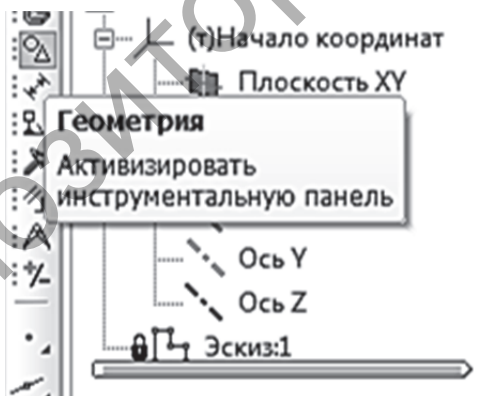

Рисунок 5.4
4. В появившейся компактной панели щёлкните на кнопке «Геометрия» для вызова соответствующей инструментальной панели (рис. 5.4).